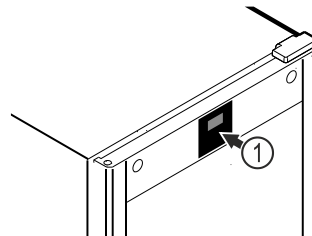

Fig. 51 Voorbeeld
De thermometer is in de fabriek al gekalibreerd (offset van +6 Kelvin). Als de temperatuur in het apparaat *Fig. 51 (1)* afwijkt van de temperatuurweergave, kunt u de thermometer kalibreren.